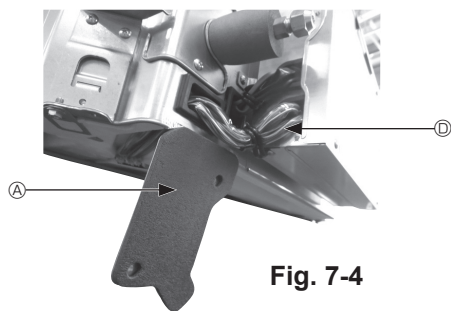

Fig. 7-4
- ① Retire os dois parafusos que seguram a tampa dos fios da unidade principal e, em seguida, abra a tampa.
- ② Passe os fios do i-see Sensor e do recetor de sinais pelas entradas de fios na caixa dos componentes elétricos, tal como exibido no diagrama, e à volta dos casquilhos existentes na parte lateral da unidade principal. (Fig. 7-4)